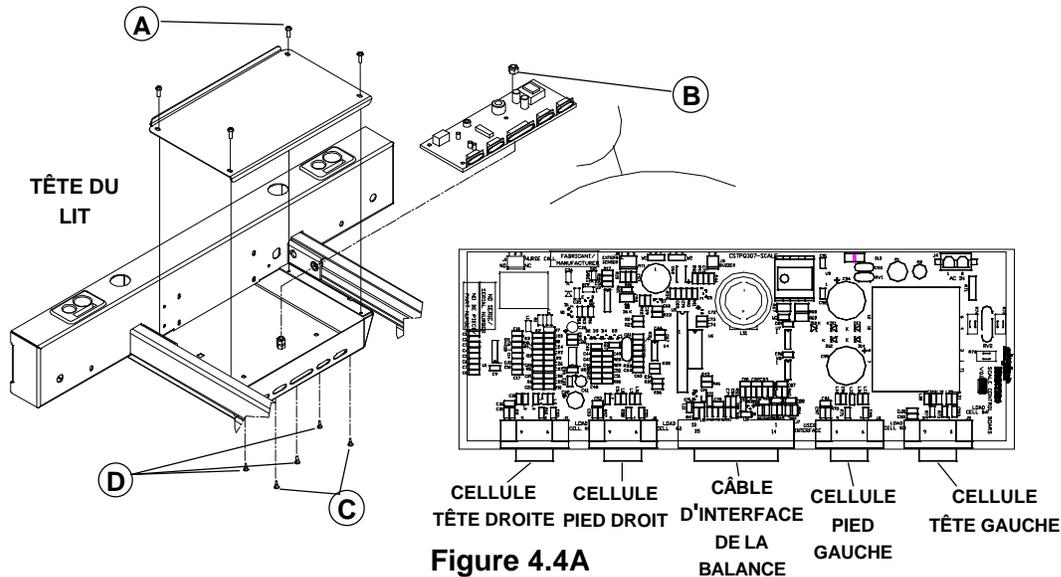

Figure 4.4A
- À l'aide de pince coupante, coupez l'extrémité des deux chevilles écrous situées à l'avant (A).
- À l'aide de pince à bec effilé, comprimez les agrafes de verrouillage des trois autres chevilles écrous (D) afin de dégager la carte électronique des chevilles.
- Installez la carte sur les trois chevilles écrous restantes (D).
- Remplacez et serrez l'écrou de mise à la terre (B).
11. Connectez les câbles des cellules de charge aux connecteurs de la carte. Voyez la figure 4.4A à la page précédente pour la position correcte de chacun des câbles.